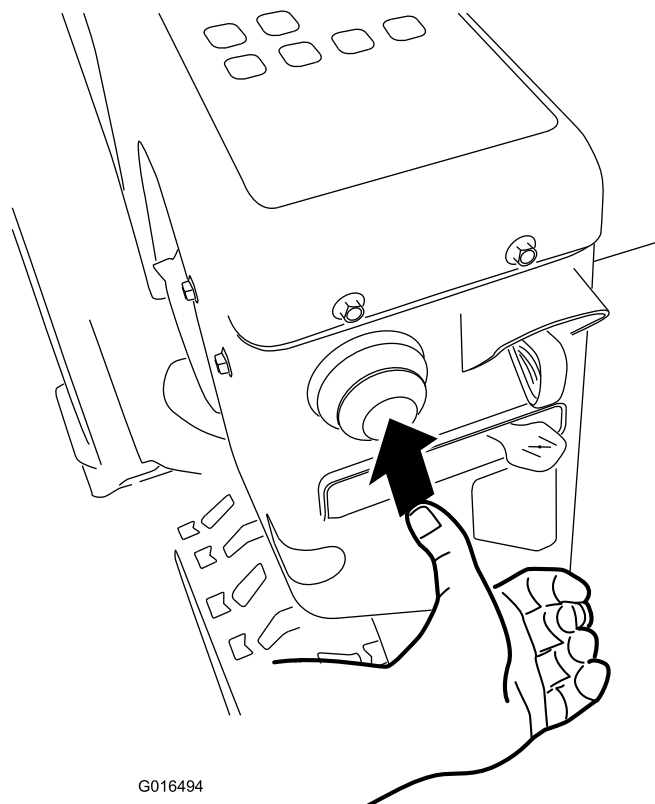

Figure 23
4. Appuyez fermement à 3 reprises sur l'amorceur avec le pouce, en marquant une pause d'une seconde chaque fois (Figure 23).